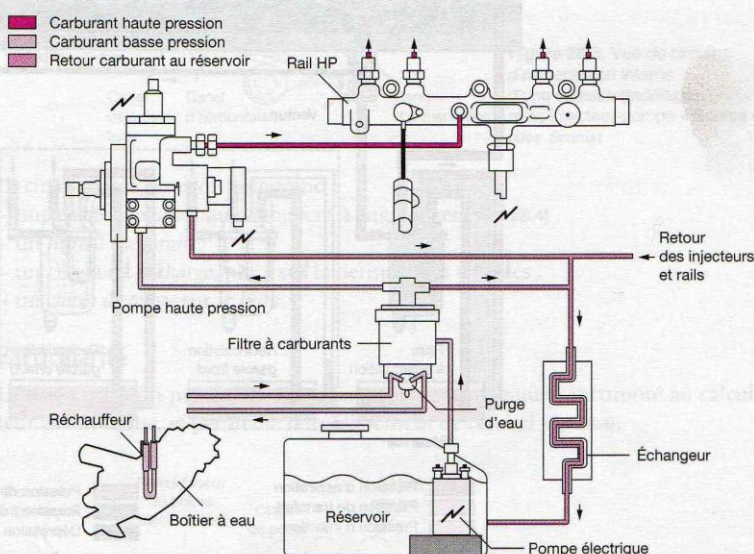

Figure 28.1. Circuit d'alimentation basse pression sur système « rail commun » (Doc. Bosch, ETAL)
– **Avec pompe électrique dans le réservoir (fig. 28.1)**
La basse pression (aux environs de 1,5 à 2,5 bar), est fournie soit par une pompe électrique noyée dans le réservoir, soit par une pompe hydraulique à pignons (fig. 28.1 et 29.13).